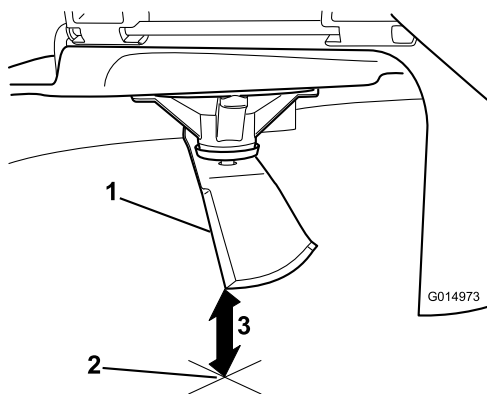

Figura 60
3. Mida desde la punta de la cuchilla hasta la superficie plana (Figura 60).